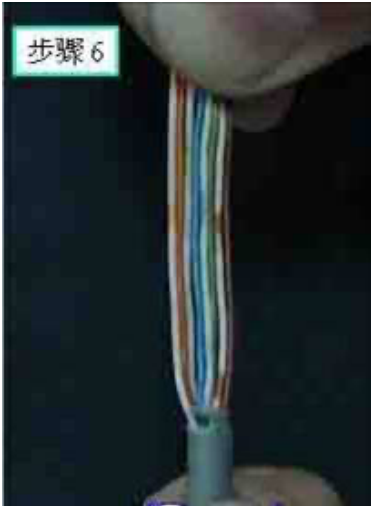

图 6 按 568B 标准线序紧密排列好 8 根线
6. 按 568B 标准规定的顺序紧密排列好 8 根导线，如图 6 所示。注意：本步骤这里最容易犯错的地方就是将绿白线与绿线相邻放在一起，这样会造成串扰，使传输效率降低。